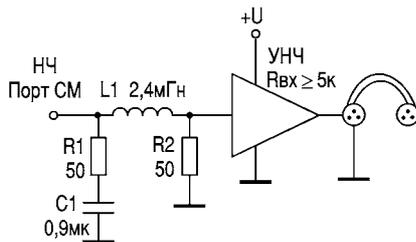
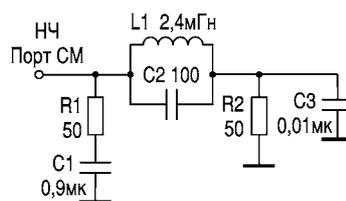
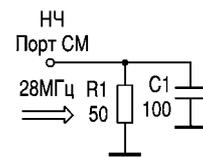
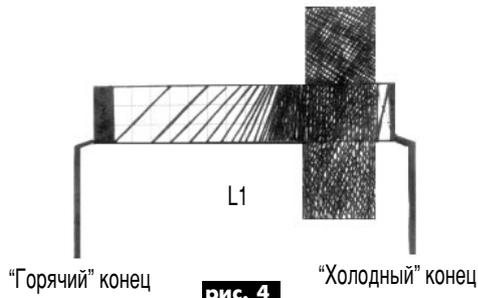

рис. 1
рис. 2
рис. 3
рис. 4
Подтверждая выводы о необходимости отсутствия одного из конденсаторов в схеме диплектора [2], Геннадий Аглодин (г. Тамбов, Россия) предложил на основе выполненных расчетов свою простую модифицированную схему НЧ-диплектора (рис.1).
Такой НЧ-диплектор выполняет как функцию согласования НЧ-порта СМ с чисто активной нагрузкой 50 Ом во всем диапазоне частот, включая и постоянный ток (нулевая частота), так и функцию ФНЧ первого порядка с частотой среза около 3,4 кГц. Анализируя работу НЧ-диплектора, выполненного по схеме рис.1, нужно отметить, что для сохранения высокого ДД СМ дроссель L1 должен быть намотан исключительно на диэлектрическом каркасе, из-за чего количество его витков довольно большое. Однако дроссели с большим числом витков, намотанные обычными способами ("универсаль", "внавал" и др.), обладают и значительной собственной емкостью, достигающей до сотен пикофарад. Допустим, мы имеем дроссель с необходимой индуктивностью 2,4 мГн и паразитной (межвитковой) емкостью 100 пФ. Если учесть, что обычно УНЧ для повышения стабильности работы шунтируется по входу конденсатором емкостью 0,01 мкФ, то схему диплектора рис.1 можно заменить эквивалентной схемой (рис.2). На высоких частотах,
например 28 МГц, емкостное сопротивление конденсаторов C1 и C3 пренебрежимо мало, индуктивное сопротивление дросселя L1 очень велико, а емкостное сопротивление конденсатора C2 (паразитная емкость дросселя) соизмеримо по модулю с активным сопротивлением 50 Ом. Поэтому анализ схемы рис.2 на высоких частотах упрощается: достаточно рассмотреть более простую эквивалентную схему (рис.3).
стоянное и чисто активное сопротивление в как можно более широкой полосе частот. При применении схемы диплектора с использованием обычных дросселей вышеуказанное условие не выполняется. Поэтому в конструкциях НЧ-диплекторов необходимо использовать дроссели с наименьшей паразитной емкостью. Методы, снижающие паразитную емкость, широко известны. Например, от начала "горячего" вывода дросселя ведут намотку с большим шагом (рис.4), затем шаг намотки уменьшают. Далее намотку дросселя проводят "виток к витку" и, наконец, последнюю секцию к "холодному" концу наматывают "внавал" или способом "универсаль".
В конструкции НЧ-диплектора (рис.1) "горячий" конец дросселя подключают к НЧ-порту СМ, а "холодный" конец - к УНЧ. Если в наличии есть готовый дроссель нужной индуктивности, намотанный на диэлектрическом каркасе, но имеющий большую паразитную емкость, поступают следующим образом. Изготавливают дроссель небольшой индуктивности (намотку ведут согласно рис.4) с минимальной паразитной (межвитковой) емкостью, затем включают эти дроссели последовательно так, чтобы "горячий" конец дросселя с небольшой индуктивностью и небольшой паразитной емкостью непосредственно подключался к НЧ-порту СМ. Таким образом можно значительно уменьшить паразитную индуктивность уже имеющегося в распоряжении радиолюбителя дросселя. Данный способ позволяет применять в схемах НЧ-диплекторов практически любые конструкции дросселей. Главное, чтобы дроссель имел индуктивность, близкую по величине к указанной на схеме (рис.1), и был намотан без использования каких-либо ферромагнитных материалов.
**Проверка тракта ПЧ2 RX SSB.** Проверку предусилителя (VT3, VT4, рис.4) можно осуществить с помощью звукового генератора и осциллографа. Для достижения острого "пика" АЧХ при включении Т-моста при сборке следует подобрать детали, исходя из условий  $R_{19}=R_{20}=2R_{21}$ ,  $C_{24}=C_{26}=0,5C_{25}$ . Проверку стабилизаторов осуществляют, измеряя выдаваемые ими напряжения. Работу делителя частоты DD1 проверяют осциллографом, контролируя выходные напряжения на коллекторах VT9, VT10 при подаче на вход делителя напряжения частотой 1 МГц с синтезатора частоты первого гетеродина. Должен наблюдаться меандр частотой 500 кГц. Далее с помощью измерителя АЧХ следует настроить фильтр поднесущей третьего смесителя L4C16C15L5C14L6. Сигнал с ГКЧ подают на конденсатор C18, временно отсоединив его от DD1. Сигнал контролируют на катушке L6, не отпаивая ее от T2. Фильтр настраивают при слабой связи между контурами, получая "одногогорбую" АЧХ. Следует проверить, как на нее влияет регулировка уровня R18. С помощью измерителя АЧХ настраивают также контуры L1C5 и L2C12.